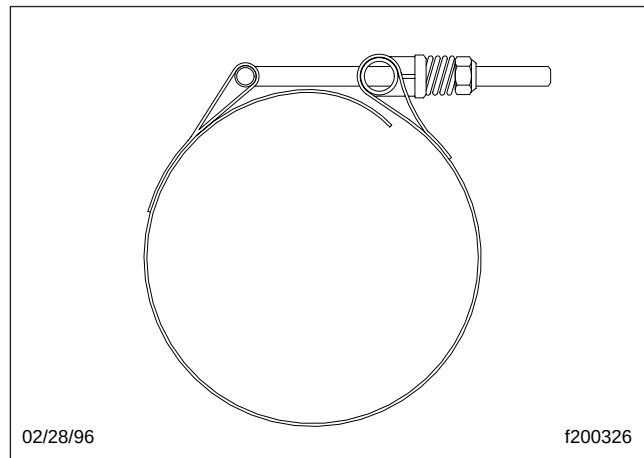
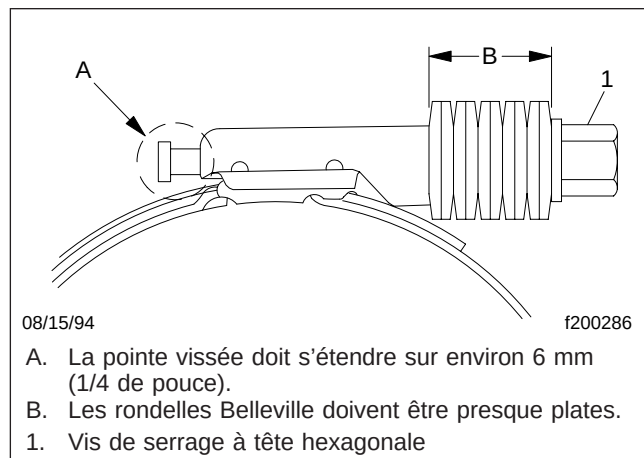

Fig. 2, Collier de serrage de type boulon pour rainure en T
Fig. 3, Installation du collier de serrage Breeze Constant-Torque
10. Connectez les tuyaux. Vos colliers de serrage peuvent être soit des colliers de type boulons pour rainures en T (voir la figure 2), soit des colliers Breeze Constant-Torque (voir la figure 3).